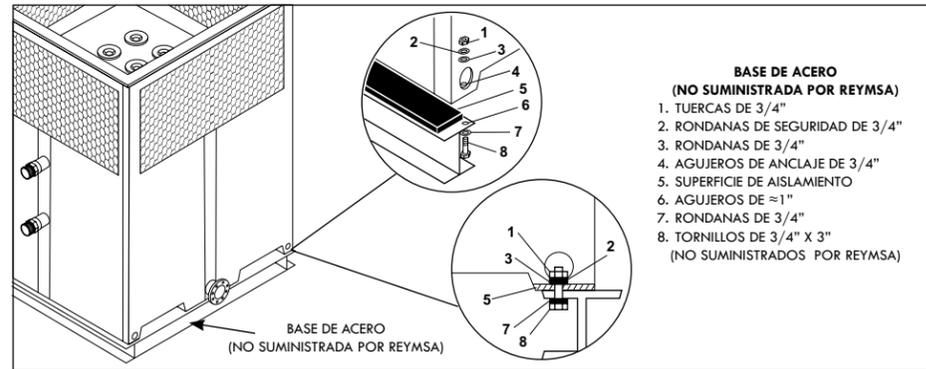

Figura A-6: Anclaje típico de torres de un ventilador
- Coloque la sección inferior de la torre (la cisterna con el serpentín) encima de la superficie de aislamiento que se instaló sobre la base de acero, asegurándose de que los agujeros de anclaje en el fondo de la torre están alineados con las perforaciones de la base. Luego proceda a atornillar y asegurarla con tornillería de acero inoxidable (NO suministrada por REYMSA, ver Figura A-6).